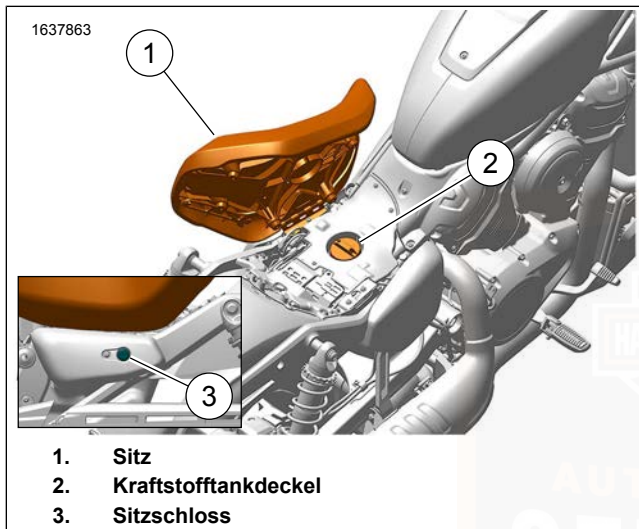

Abbildung 96. Kraftstoff-Einfüllöffnung (Kraftstofftank unter dem Sitz)
1. Siehe Abbildung 96. Den Schlüssel in das Sitzschloss (3) stecken.
1. Siehe Abbildung 96. Den Sitz nach unten drücken, um sicherzustellen, dass die Verriegelung eingerastet ist.